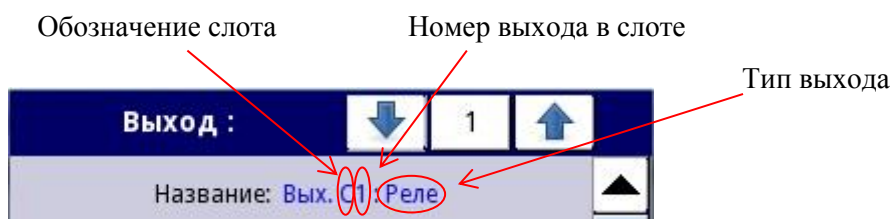

Рисунок 2.59
- «**Название**» – каждый выход уже имеет название, определенное РМТ 29, и пользователь не может его изменить (см. рисунок 2.59).
– «**Название**» – каждый выход уже имеет название, данное РМТ 29, и пользователь не может изменить его (см. рисунок 2.59).
- **«Название»** – каждому выходу РМТ 29 уже присвоено название, изменить которое пользователь не может (см. рисунок 2.59).
– «**Название**» – каждому выходу РМТ 29 уже присвоено название, изменить которое пользователь не может (см. рисунок 2.59).